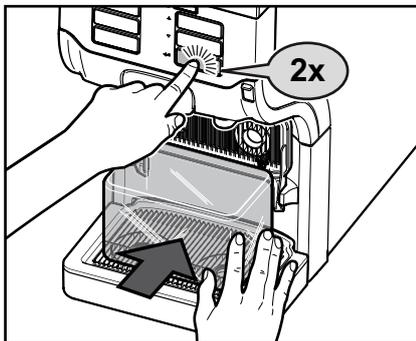

Fig. 32
2. Coloque o recipiente de coleta sob as duas saídas de produtos e prima a tecla Enter ◀. (Fig. 32)
3. Prima a tecla Enter ◀ para iniciar o processo de lavagem. (Fig. 32)